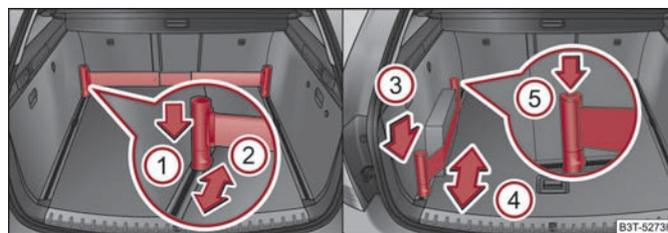

Abb. 93 Teleskopstange und Spanngurt
- Drücken Sie den oberen Teil des Halters in Pfeilrichtung ① ⇒ Abb. 93 und schieben Sie ihn gleichzeitig in die gewünschte Position, Pfeil ②.
- Drücken Sie den Halter in Pfeilrichtung ③ ⇒ Abb. 93 und schieben Sie ihn gleichzeitig in die gewünschte Position, Pfeil ④.
- Drücken Sie die Taste ⑤ auf der oberen Seite des Halters und spannen Sie den Gurt straff.
- Sie können den Spanngurt durch Drücken der Taste ⑤ auch vollständig aufrollen ⇒ Abb. 93.